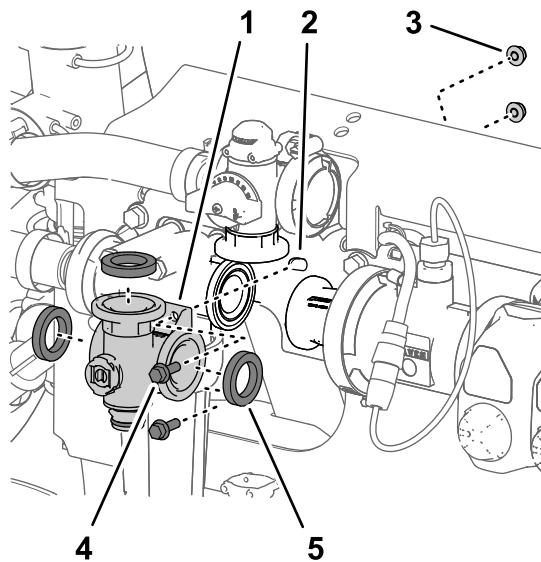

图 105
3. 松开将搅拌阀岐管固定至阀支架的2个凸缘头螺栓 $\frac{1}{4} \times \frac{3}{4}$ 英寸和2个凸缘锁紧螺母 $\frac{1}{4}$ 英寸图105。
4. 从机器上卸下搅拌阀岐管和垫片图105。